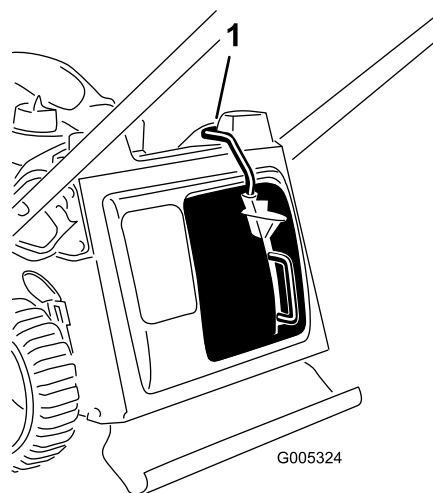

Рисунок 30
**Внимание:** Газонокосилка имеет предохранительный выключатель, который блокирует запуск газонокосилки, если на ней заранее надежно не установлена заглушка для мульчирования (Рисунок 30).
Установите заглушку для мульчирования, как показано на Рисунок 30.